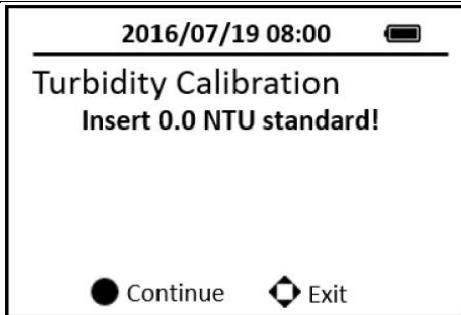

图 19 浊度校准-1
8. 选择主界面的 **CAL** 图标，**OK** 键进入，选择 **Turbidity**，**OK** 键进入校准界面（图 19）